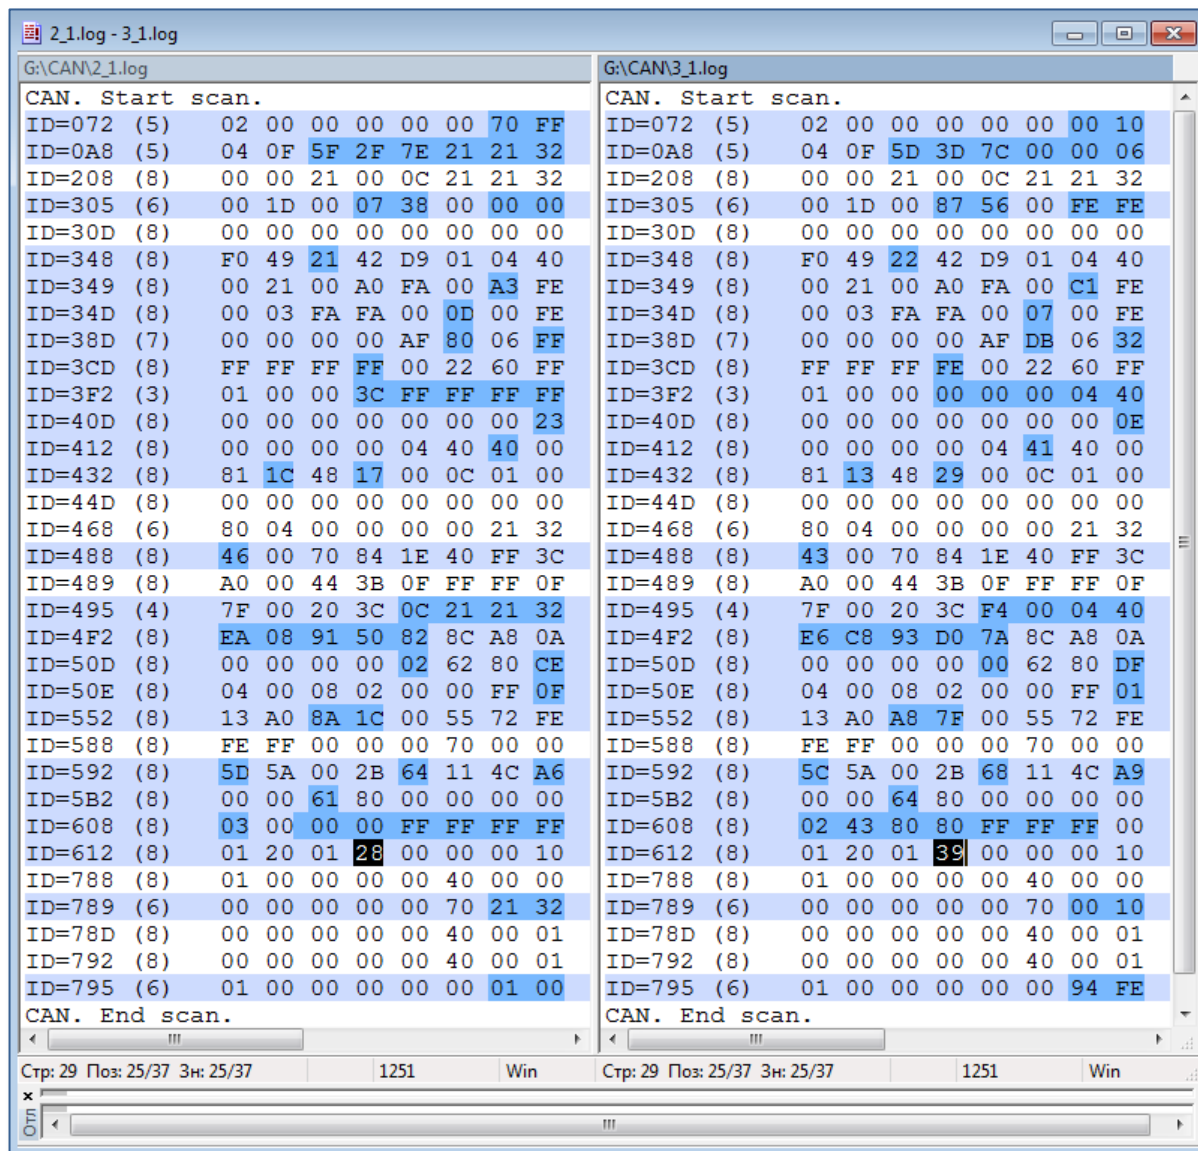

Рисунок 8. Сравнение промежуточного и конечного файлов
- возьмите по одному из пары Промежуточных файлов и Конечных файлов для сравнения и найдите идентификаторы из Списка 3, которые изменились после конечной заправки топлива (Рис. 8);